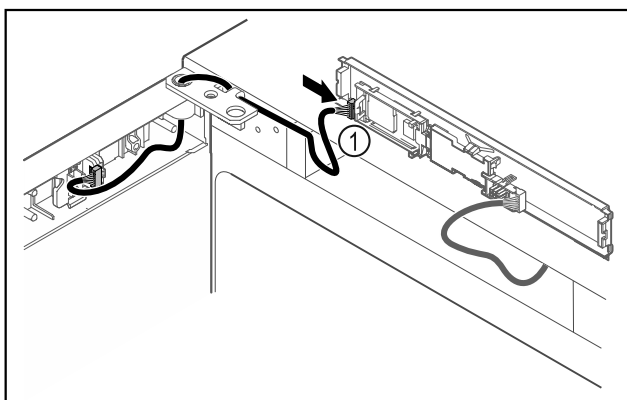

Fig. 35
- Dugja be a dugót *Fig. 35 (1)* a NYÁK-on.